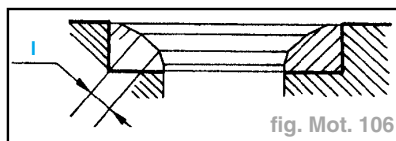

fig. Mot. 106
- En cas de besoin, procéder à la rectification des sièges soupapes en utilisant une rectifieuse pour sièges et en respectant le schéma ci-dessous (fig. Mot. 106 et 107) :